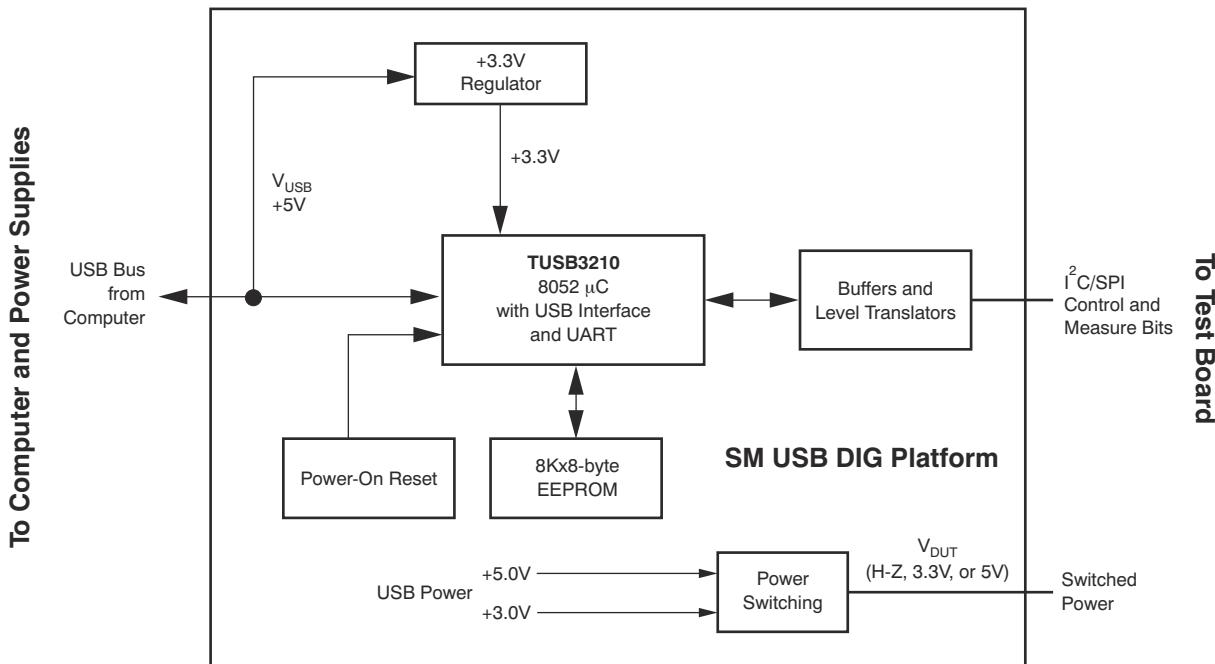

图 3-3. SM-USB-DIG 平台方框图
图 3-3 所示为 SM-USB-DIG 平台的方框图。此平台是一种通用数据采集系统，用于多种不同的德州仪器 (TI) 评估模块。运行详细信息在一个单独的文档 SBOU098 中 ( 可从 [www.ti.com](http://www.ti.com) 下载 ) 提供。图 3-3 中显示的方框图简要概述了该平台。SM-USB-DIG 平台上的主要控制器件是 TUSB3210。TUSB3210 是一款具有板载 USB 接口的 8052 微控制器。微控制器接收来自主机的信息，并将其解释为电源、I2C、SPI 和其他数字 I/O 模式。在数字 I/O 事务期间，微控制器会读取连接到 I/O 接口的任何器件的响应。该器件的响应被发送回 PC，由主机对其进行解释。